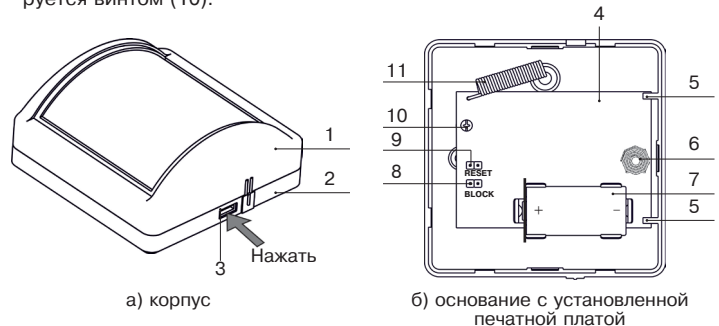

Рисунок 2
Наличие прерывистого свечения индикатора зеленым цветом свидетельствует о готовности датчика к процедуре связывания. При отсуствии указанной индикации кратковременно замкните контакты RESET (см. рис.2 б, поз 8). Время, в течение которого датчик находится в режиме «Связывание», ограничено 70 с, после чего датчик переходит в спящий режим. Для возобновления режима «Связывание» необходимо кратковременно замкнуть контакты RESET.
Габаритные размеры	80 x 80 x 44 мм (см. рис. 2)
Для этого нужно разместить зарегистрированный в ППК датчик со снятой крышкой на месте установки и нажать кнопку (6) (рис. 2 б) для проверки качества связи, при этом датчик индицирует качество связи с ППК см таблицу 3.
- Откройте корпус датчика, для этого отожмите фиксатор в нижней части основания с помощью отвертки (рис. 2а) и поднимите нижний край крышки.